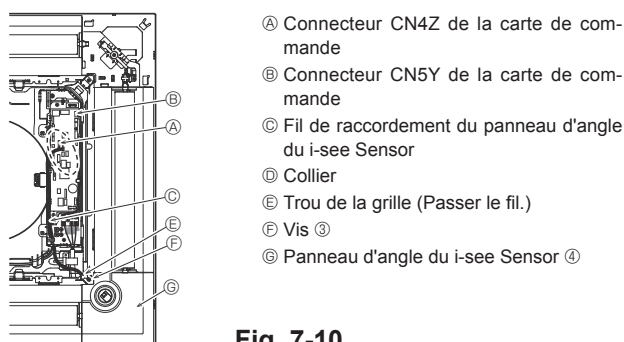

Fig. 7-10
7.4.6. Installation du panneau d'angle du i-see Sensor (Fig. 7-10)